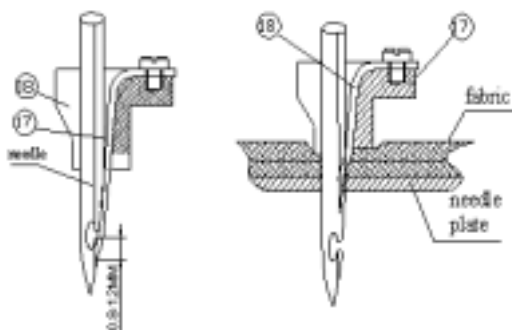

FIG. 7
Prenez la pince de la structure (17) fermé la barre interne et l'aiguille fermé la barre de l'aiguille. Choisissez la jauge appropriée de l'aiguille et la pince de la structure correspondante. Pour usage de l'assemblée une nouvelle langue (18) et l'insère dans la pince de la structure. Alors installez une nouvelle aiguille d'égal la jauge dans le guide de l'aiguille. FIG. 7.
La langue devrait être placée dans la plus longue rainure de l'aiguille et alors devrait être arrangée avec la serrant vis (19) dans un tel chemin que la pointe exerce une pression légère sur l'aiguille. FIG.7 Après avoir serré la serrant vis de la langue, vérifiez que la pince de la structure est placée droit et courses doucement le long de l'aiguille.